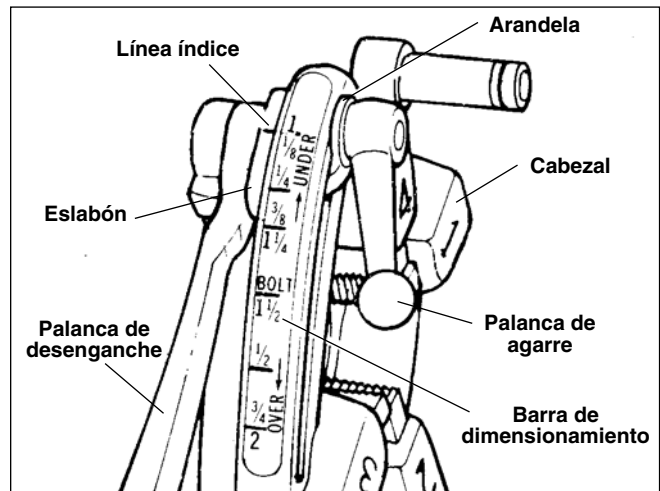

Figura 8 – Cabezal de Terrajas Universal de Apertura Rápida
6. Cabezal de terrajas de Apertura Rápida No. 811A (Figura 8) – Cuando el extremo del tubo que se rosca se encuentra al ras con el borde de la terraja número 1, gire la palanca de desenganche a la posición de OPEN (abierta) para retraer las terrajas.